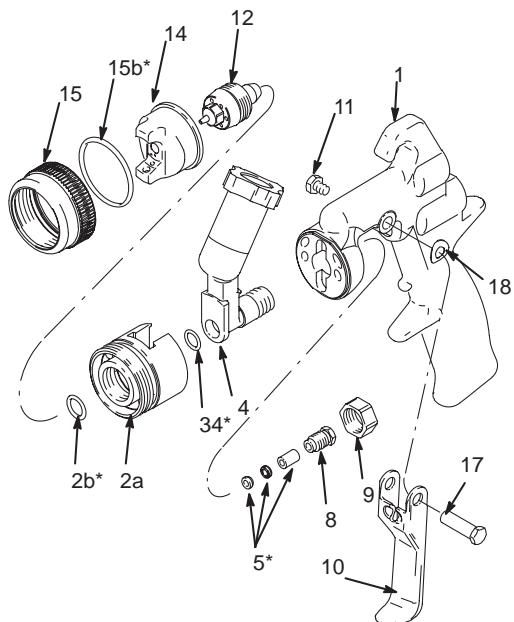
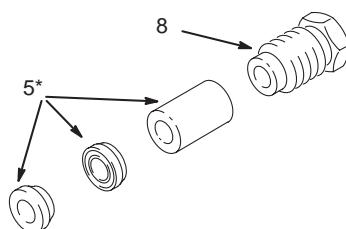

Fig. 23
Fig. 24
1. Mit dem Gehäuse (2a) getrennt vom PPS-Anschluß (4), benutzen Sie einen nicht metallischen Stift, um den Dichtungsring (2b) aus dem Gehäuse (2a) zu holen. Seien Sie vorsichtig, dass Sie dabei nicht die Oberflächen beschädigen.
2. Entfernen Sie die O-Ring Dichtung (34) vom PPS- Anschluß (4). (Siehe Abb. 23) Bemerkung: Dichtungsring (2b) ist ein wenig größer als O-Ring (34)
3. Setzen Sie einen neuen O-Ring (34) in den PPS-Anschluß (4). Setzen Sie einen neuen Dichtungsring (2b) in das Gehäuse (2a). Bemerkung: Um das Einsetzen zu erleichtern, setzen Sie den PPS-Anschluß (4) ans Gehäuse an. Setzen Sie ein Ende des O-Rings in die Kerbe im Gehäuse und drücken Sie dann den Ring komplett in Position.
4. Lösen Sie die Stopfbuchse (8) vom PPS- Anschluß (4) mit dem Pistolenwerkzeug (28)
5. Mit einem Stift drücken Sie nun die drei Stopfbuchsen (5) aus dem PPS-Anschluß (4). Seien Sie vorsichtig, dass Sie dabei die Dichtungen nicht beschädigen. Überprüfen Sie den Zustand und entsorgen Sie die defekten/gebrauchten Stopfbuchsen.
6. Setzen Sie die neuen Stopfbuchsen (5) und die Stellschraube (8) auf die Farbnadel (13). (Siehe Abb. 24 für die genaue Anordnung der Teile.)